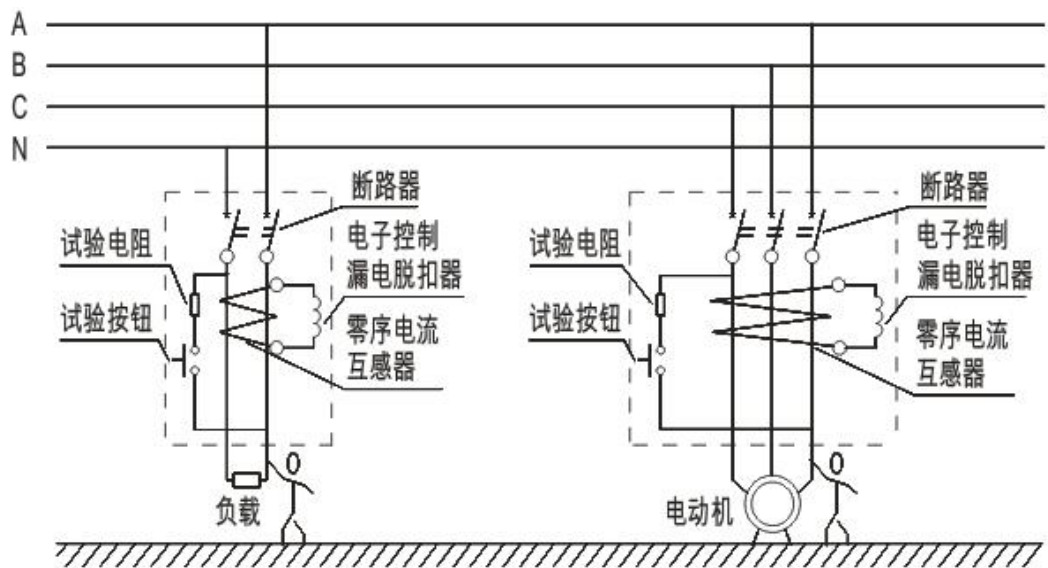

图 13 工作原理图
5.2 当被保护电路中有故障电流或人身触电时，只要故障电流达到整定动作电流值，零序电流互感器的二次绕组的输出信号就触发可控硅导通，并通过漏电脱扣器使剩余电流动作断路器动作，从而切断电源起到故障电流和触电保护作用。工作原理图见图 13。